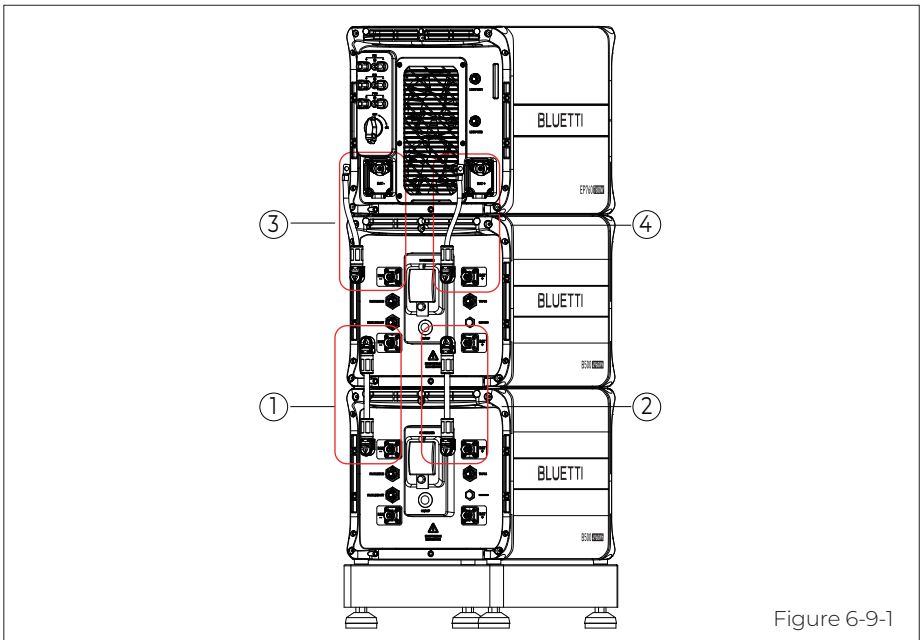

Figure 6-9-1
Étape 1 : Raccordez deux blocs-batteries B500 avec les câbles d'extension de batterie - câble noir sur les ports négatifs, rouge sur les ports positifs. Voir ① ② des Figures 6-9-1 et 6-9-2.
Étape 2 : Raccordez le B500 du haut à l'onduleur EP760 avec les câbles d'alimentation de la batterie - câble noir sur les bornes négatives, rouge sur les bornes positives. Voir ③ ④ des Figures 6-9-1 et 6-9-2.